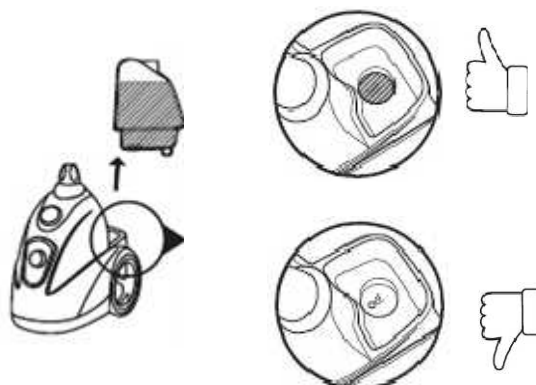

fig.13
**⚠ Tras haber instalado el depósito, levántelo para asegurarse de que hay un poco de agua en el fondo en el lugar destinado al depósito. (fig.13)**